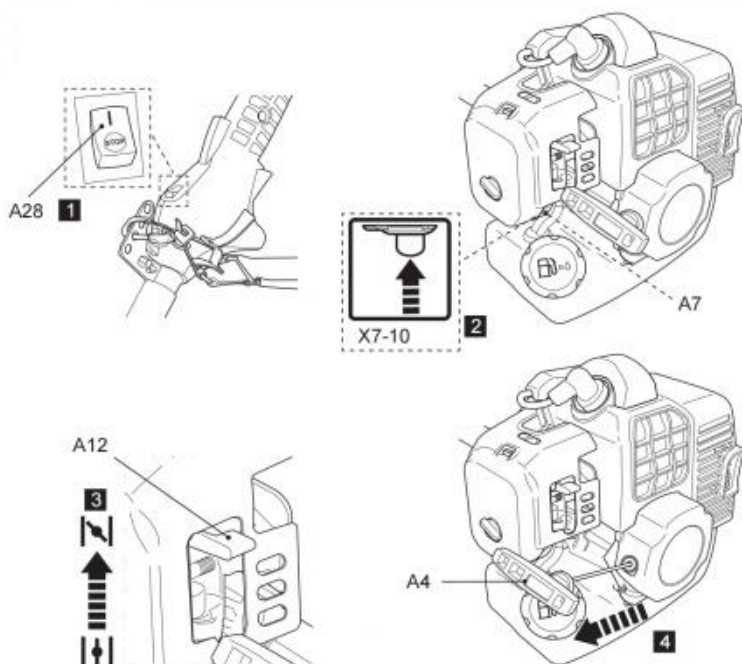

Fig. 38
5. Halten Sie das Produkt stabil und ziehen Sie langsam am Rücklaufstartergriff (A4), bis Sie einen Widerstand spüren, und ziehen Sie dann schnell daran. Bewegen Sie den Choke leicht nach unten in die Mittelstellung, wenn der Motor nach bis zu 8 Versuchen nicht anspringt. Wiederholen Sie den Vorgang, bis der Motor startet (Abb. 38).